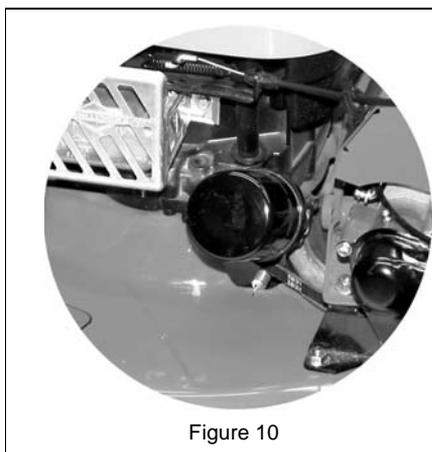

Figure 10
3. Tourner le filtre dans le sens anti-horaire pour le retirer (Figure 10).